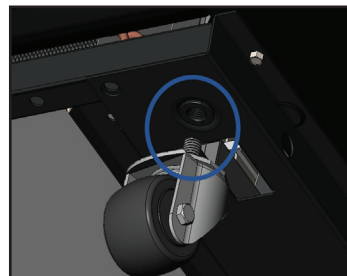

**Fig. 5.** Gire el vástago inferior para nivelar el gabinete.
3. Verifique que el gabinete esté nivelado. Si el gabinete no está nivelado, levante suavemente el extremo inferior del gabinete y coloque un soporte. Con una llave ajustable, gire el vástago inferior de la pata de nivelación hacia adentro o hacia afuera para nivelar y sostener el gabinete. Ver la fig. 5.